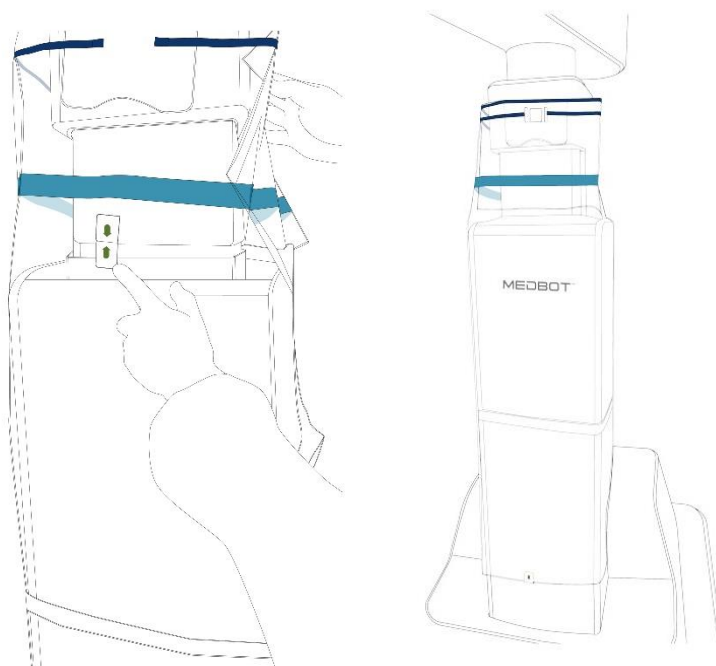

Рисунок 6.17. Установка стерильной драпировки для колонны
□ **Примечание.** Не затягивайте слишком сильно, так как в процессе подъема колонны драпировка может соскочить, как показано на рис. 6.17.